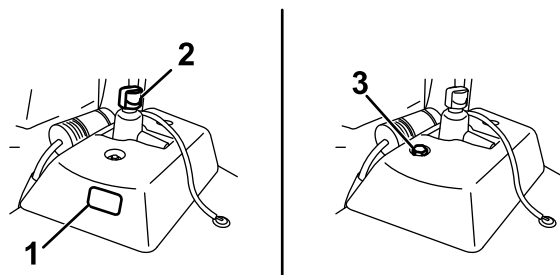

图 54
- 如果辅助液压油箱有观察窗口请通过窗口检查油位 图 54 然后转至步骤 5。
- 如果辅助液压油箱没有观察窗口请找到液压油箱顶部的量油尺 图 54 然后继续步骤 3。